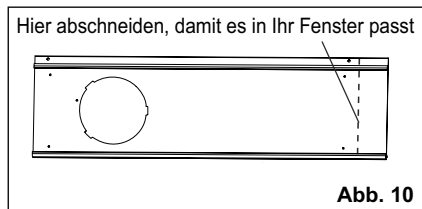

Abb. 10
- i** Den einstellbaren Anbausatz für Fenster auf die richtige Länge schneiden, falls die Breite des Fensters geringer als 67,5 cm (Abb. 10) ist.
2. Den Fensterflügel öffnen und den Anbausatz für Fenster auf der Fensterbank platzieren (Abb. 15). Anbausatz für Fenster auf Fensterbank anbringen. Die Länge des Anbausatzes für Fenster entsprechend der Höhe des Fensters anpassen. Die beiden Schrauben in den Anbausatz für Fenster einschrauben. Siehe Abb. 15. Den einstellbaren Anbausatz für Fenster auf die richtige Länge schneiden, falls die Höhe des Fensters geringer als 67,5 cm (Abb. 10) ist.